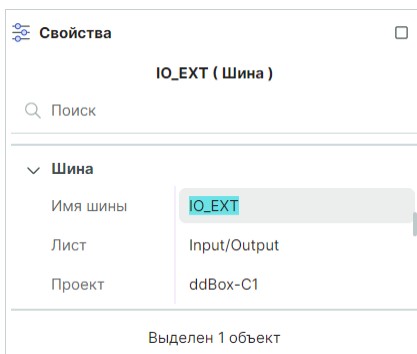

Рис. 116 Переименование шины из панели «Свойства»
- В пункте «Имя шины» на панели «Свойства», см. Рис. 116.